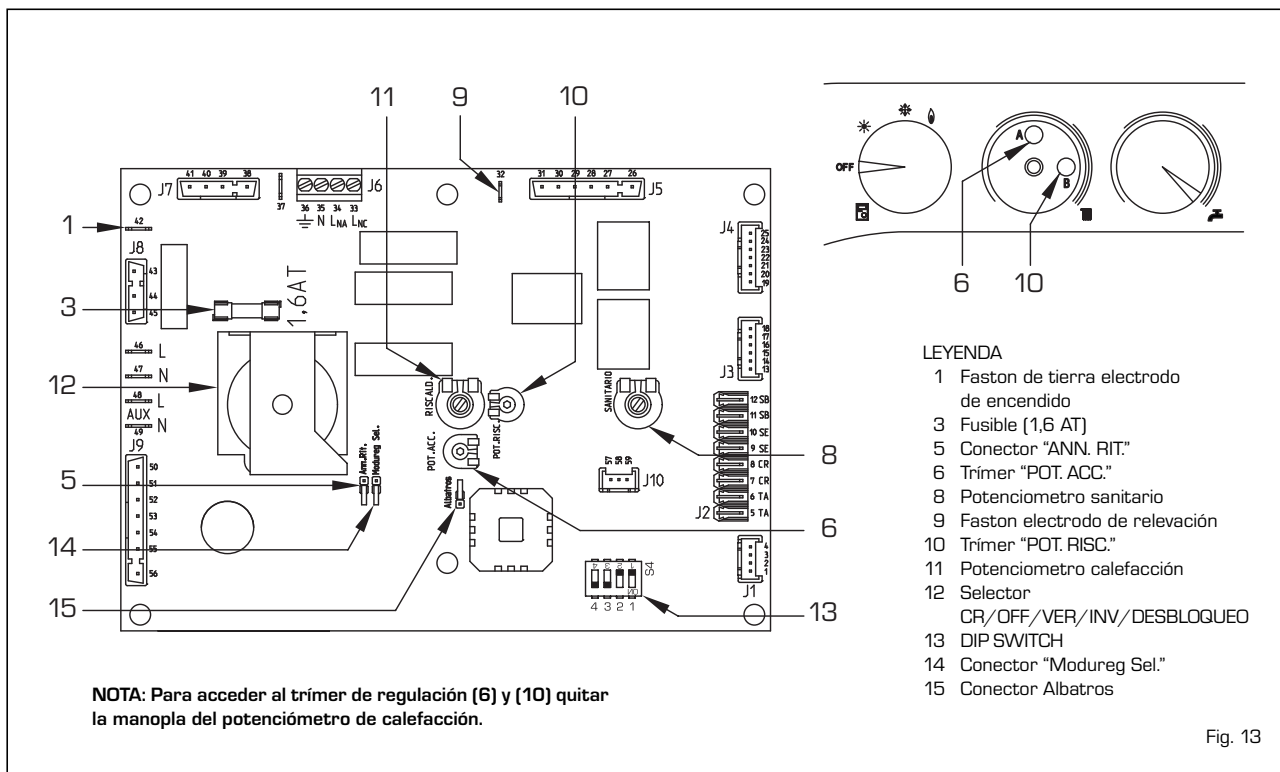

Fig. 13
- **Trimmer "POT. RISC."** (10 fig. 13)
- **Trimmer "POT. ACC."** (6 fig. 13)
- **Conector "ANN. RIT."** (5 fig. 13)
- **DIP SWITCH** (13 fig. 13)
- **Conector "Modureg Sel."** (14 fig. 13)
- **Conector "Albatros"** [15 fig. 13]
potencia es de 58 kW, es necesario actuar con un destornillador sobre el condensador de ajuste de la potencia de calefacción (10 fig. 13). Para aumentar la presión de trabajo girar el condensador de ajuste en sentido horario, para reducirla girar el condensador de ajuste en sentido